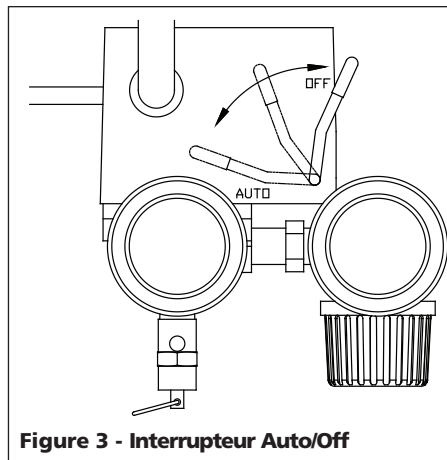

Figure 3 - Interrupteur Auto/Off
- **Manostat** - Interrupteur Auto/Off (Figure 3) – Dans la position AUTO, le compresseur se coupe automatiquement quand la pression du réservoir arrive à la pression maximale réglée d'avance. Dans la position OFF, le compresseur ne fonctionnera pas. Cet interrupteur devrait être dans la position OFF pendant le branchement ou le débranchement du cordon d'alimentation de la prise de courant ou pendant le changement d'outils pneumatiques.